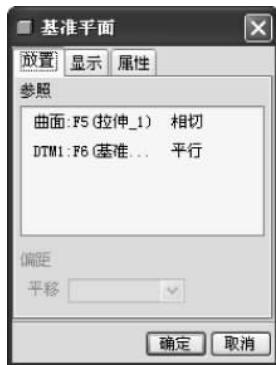
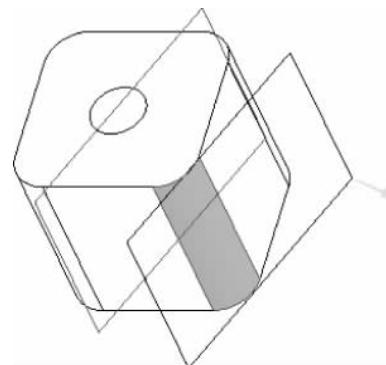

图 3-23 “基准平面”对话框 2
图 3-24 相切的基准平面
- ① 单击基准特征工具栏中的 按钮。
- ② 单击模型中最大直径的圆柱形表面。
- ③ 按住 Ctrl 键，单击实例 3-1 建立的基准平面 DTM1。
- ④ 在“基准平面”对话框中选择“相切”和“平行”约束类型，如图 3-23 所示。
- ⑤ 产生与圆柱形表面相切的基准平面 DTM2。
- ⑥ 单击“确定”按钮，完成基准平面 DTM2 的建立，如图 3-24 所示。